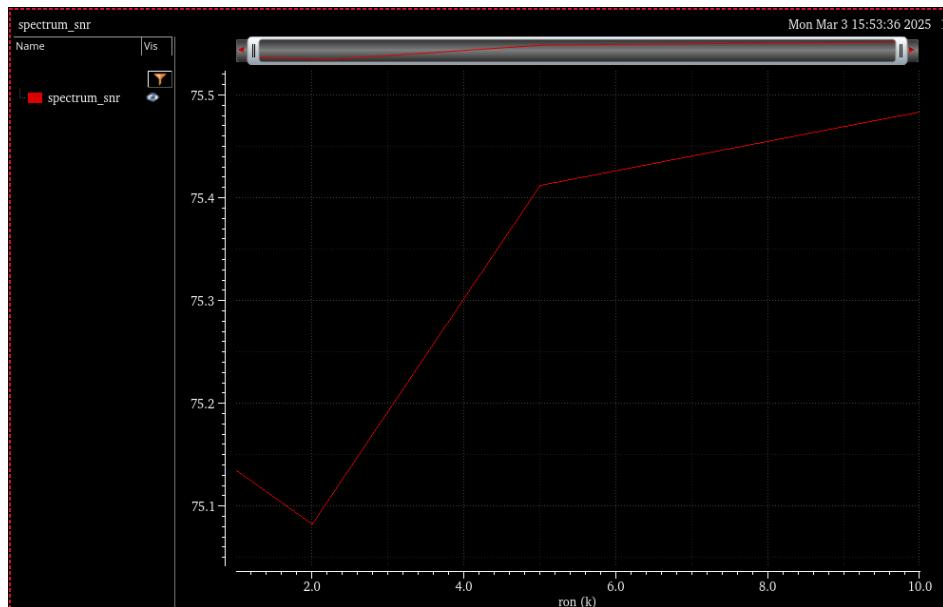

图 64 SNR 随电阻阻值变化
5. 鼠标左键单击图 44 绿框中的生成波形按钮 , 可以查看参数扫描后 SNR 的变化情况。如图 64 所示, 随着电阻阻值的增大, SNR 并没有明显变化。这与噪声功率无关乎导通电阻的预期相符。